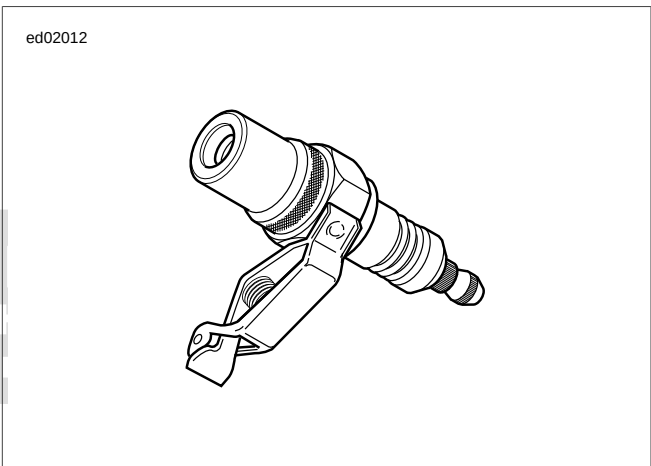

Figura 4-29. Probador de chispas
2. Vea Figura 4-29. Se debe utilizar un PROBADOR DE CHISPAS (pieza N° HD-26792) para comprobar el voltaje secundario adecuado (25 000 V) en la bujía.